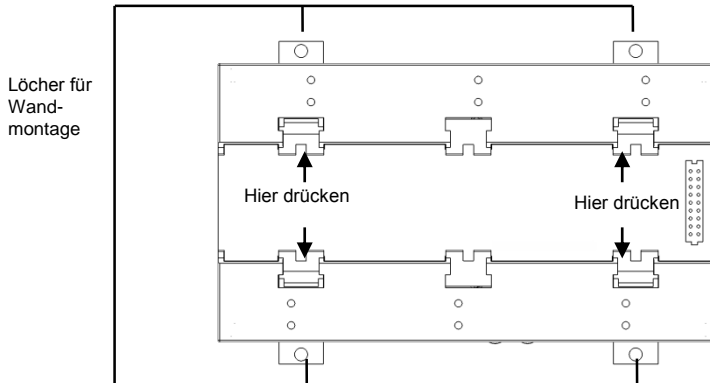

Abbildung 4: Geöffnete Klemmen
- 3 Positionieren Sie das Gerät an der Wand mit den geöffneten Klemmen, wie in Abbildung 4 gezeigt. Zeichnen Sie die Position der Klemmenbohrungen an der Wand ein und verwenden Sie einen 4-mm-Bohraufsatz, um die Löcher zu bohren.